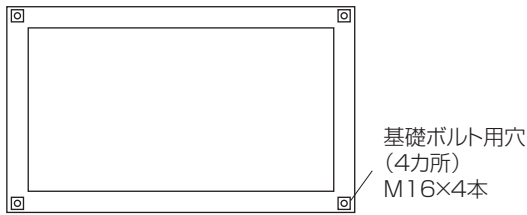

図1 基礎図
①ユニットを設置する場合には、コンクリートなどのしっかりした基礎の上に図1、2に示すようにユニットを載せてください。また、基礎は床面より100mm以上高くし、水平度を取ってください。（基礎がしっかりしていませんと、振動発生の原因となります。）